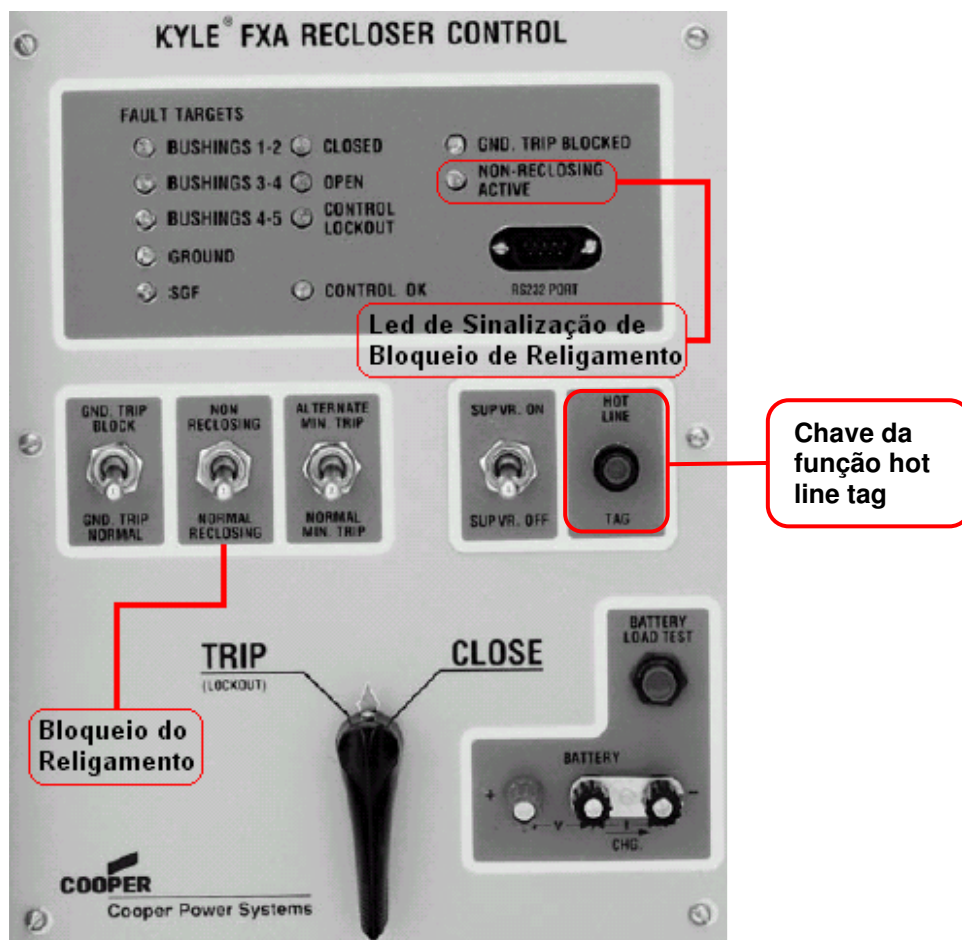

Figura 4 – Religador com controle FXA.
4.4.1. Bloqueio de Religamento (Vide Figura 4)
4.4.2. Desbloqueio de Religamento (Vide Figura 4)